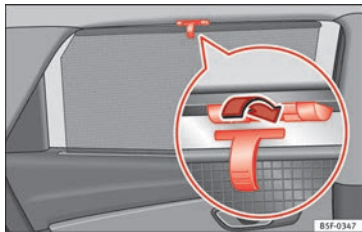

Fig. 143 Ventanilla trasera: cortinilla parasol.
– Desenrolle la persiana y engánchela en el gancho situado en el centro del marco superior de la puerta » fig. 143.